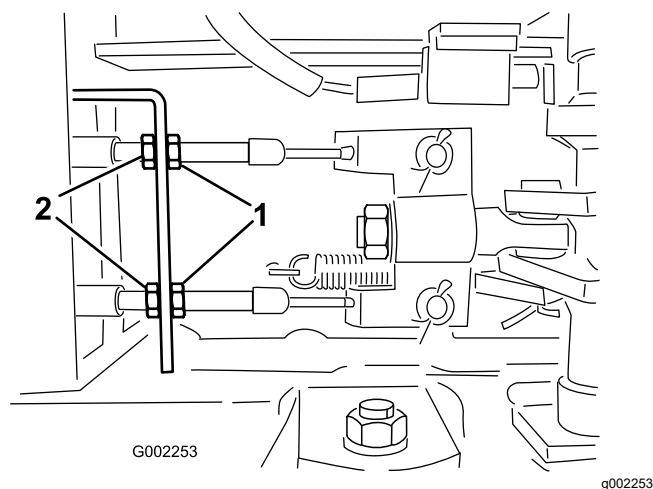

図 102
5. ブレーキケーブルの車両前端側にある前ジャムナットをゆるめる (図 102)。
6. 後ナットを均等に締めて、ブレーキペダルの遊びを 10-20 mm に調整する 図 102。